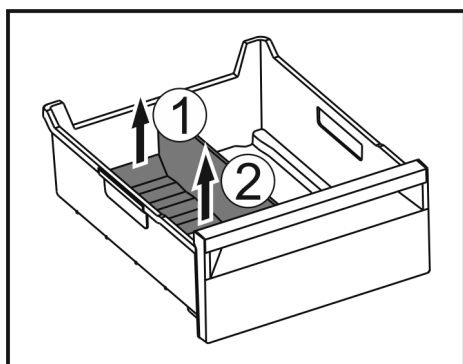

Fig. 168
- Soulever la partie arrière du séparateur de congélateur. Fig. 168 (1)
- Retirer le séparateur de congélateur par le haut. Fig. 168 (2)